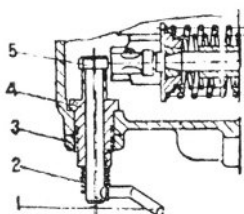

Fig.13- Dispositivo de descompressão
(1) Afrouxe a porca fixa (M 18 X 1.5) da descompressão.
(2) Ajuste o golpe de descompressão virando a alavanca de descompressão para fazer uso da 1.5mm excentricidade. Gire para a direita, no sentido horário, se o golpe de descompressão é muito pequeno, ou gire no sentido anti-horário se o golpe de descompressão for muito forte. (Fig.13).